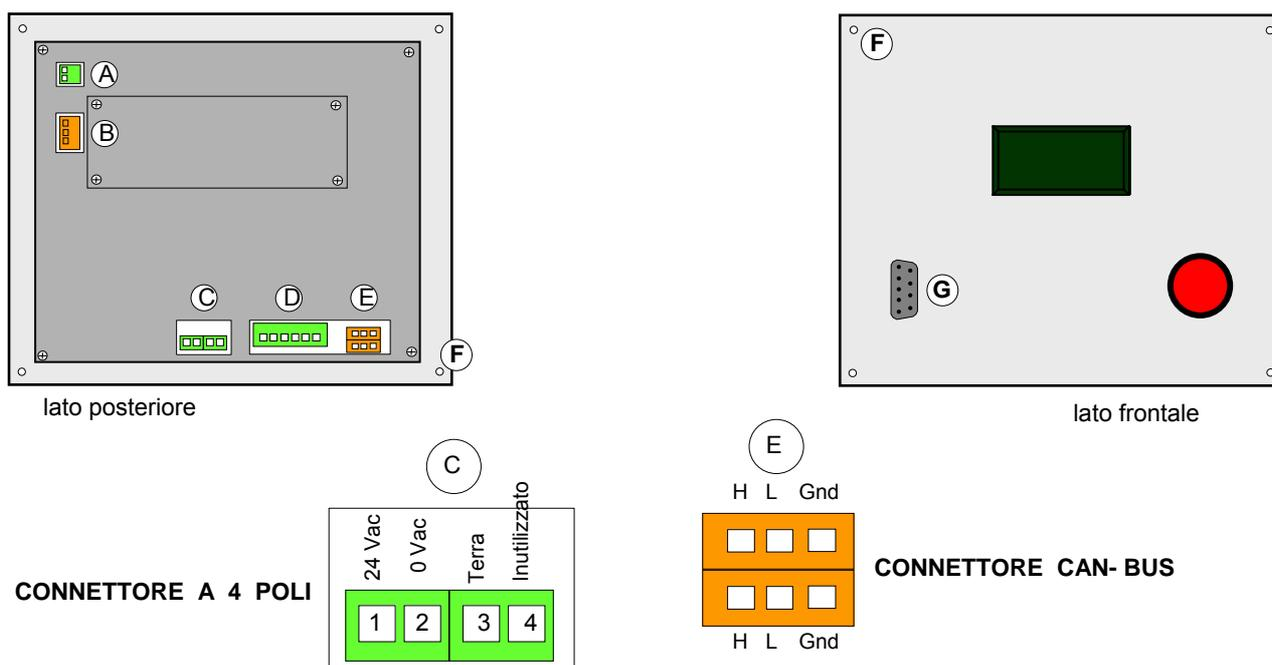

Figura 13 Vista posteriore del DDC e dettaglio connessioni elettriche
- Come alimentare elettricamente il Pannello Digitale di Controllo (DDC) (vedere istruzioni riportate a Pagina 32 e particolare C di Figura 13/Pagina 31).
- Come collegare il Pannello Digitale di Controllo (DDC) all'apparecchio, su rete CAN (vedere istruzioni riportate a Pagina 33 e particolare E di Figura 13/Pagina 31).
La Figura 13 illustra la vista posteriore e frontale del DDC con le relative connessioni elettriche; in Figura sono appositamente evidenziati i particolari "C" ed "E" utili per i collegamenti delle due procedure sopra elencate.
LEGENDA DELLA Figura 13
Tabella 6 Legenda della Figura 13: particolari del DDC